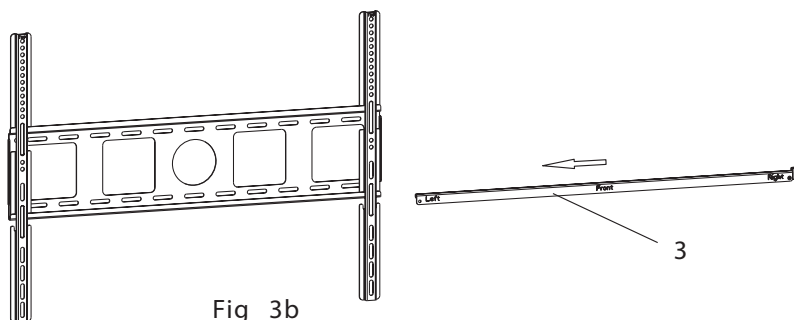
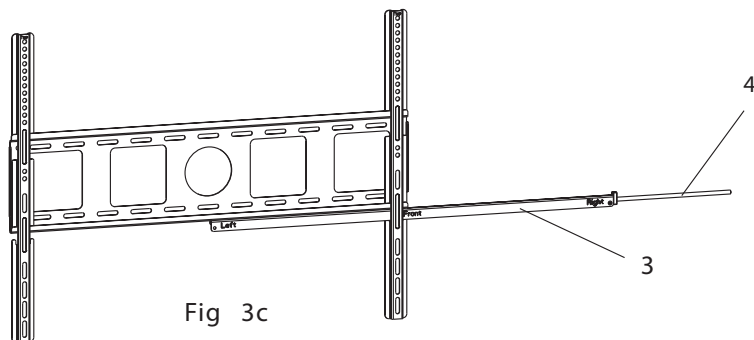

Fig 3b
Fig 3c
**Attenzione:** In alcuni casi, per sollevare lo schermo televisivo, occorrono due persone. Prima sollevare lo schermo a cui sono agganciate le staffe portandolo verso il supporto a parete, poi agganciare le staffe sulla parte alta del supporto a parete. Ruotare lo schermo per consentire alla parte inferiore delle staffe di agganciarsi sulla parte bassa del supporto a parete, come illustrato nella figura 3a. Utilizzare poi la barra di fissaggio (3) per impedire che lo schermo venga incidentalmente rimosso o si sganci dal supporto a parete. Quando si inserisce la barra bloccante nel supporto a parete, ci si può aiutare utilizzando l'asticella rotante (4), come illustrato nelle Fig. 3b e Fig. 3c.